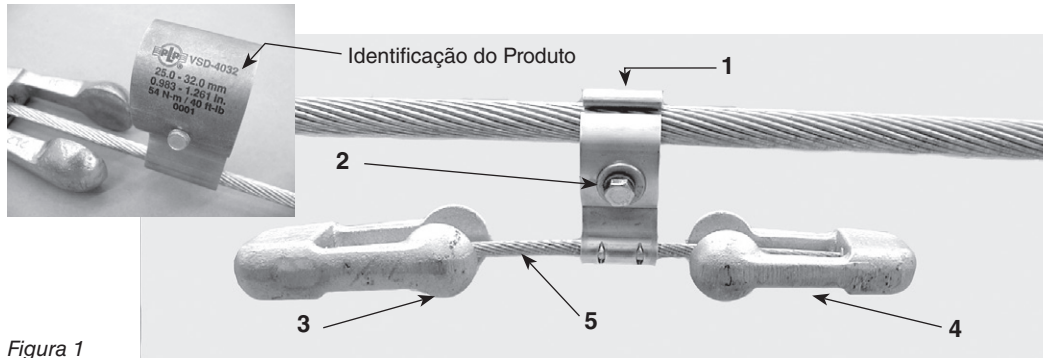

Figura 1
- Corpo e garra:** em formato de gancho o corpo do amortecedor apoia-se sobre o cabo ou condutor, enquanto a garra faz o fechamento. Como demonstrado na figura 1, o mensageiro é fixado por compressão na parte inferior do corpo. A face externa do corpo possui gravação indelével da identificação do produto (código), torque de aplicação e número de lote.
- Peso maior:** o amortecedor, demonstrado na figura 1, tem dois tamanhos de pesos, e isto oferece um melhor desempenho do produto, que apresenta até quatro respostas de frequências de vibração (duas para o peso maior e duas para o peso menor). Outro projeto de amortecedor poderá ter pesos do mesmo tamanho, que pode ser posicionado assimetricamente em relação ao corpo para multirresposta.